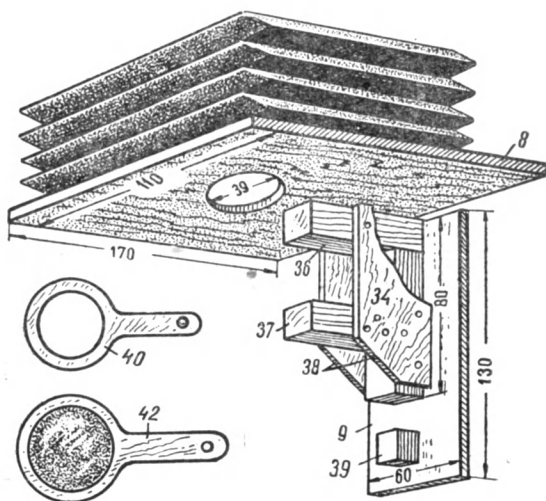
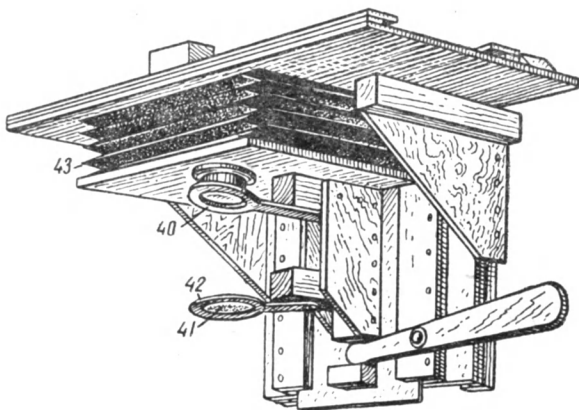

Рис. 37. Угольник и мех.
Рис. 38. Столик и угольник в собранном виде.
Угольник (рис. 37) служит для крепления объектива и перемещения его при фокусировке.
Готовый угольник вставьте в пазы стенки столика вплотную к его площадке (рис. 38). Затем через отверстие в площадке столика (3) наметьте карандашом отверстие в площадке (8) угольника. Это отверстие надо выпилить с особой тщательностью. Его диаметр должен быть равен 38,5 мм. Резьба оправы объектива «ФЭД» имеет диа-
Для некоторых работ придется вдвигать тубус объектива глубже в оправу. Для того чтобы удержать тубус в этом положении, укрепите на угольнике еще одну деталь — упор объектива (40). Он имеет вид кольца с выступом (рис. 38). Приверните упор шурупом на нижней поверхности горизонтального бруска (36) кронштейна. При установке упора следите за совпадением центра его отверстия с центром объектива, установленного в угольнике.
Полезно сделать еще одно приспособление — откидной красный фильтр под объективом. Этот фильтр (41) позволяет правильно установить рамку с фотобумагой при использовании прибора в качестве фотоувеличителя. Фильтр можно сделать из куса светло-красного стекла или вырезать из фотопленки, отфиксированной, промытой и окрашенной красной анилиновой краской. Фильтр приклеивается к держателю из фанеры (42) (рис. 38), а держатель крепится с помощью шурупа к бруску (37) (рис. 37).